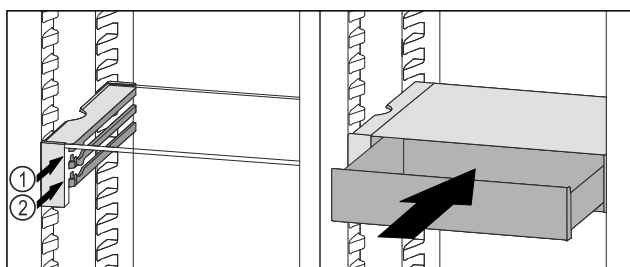

Fig. 86
- ▶ Sæt VarioSafe-skuffen ind bag stoppene på den ønskede ribbe Fig. 86 (1) eller Fig. 86 (2).